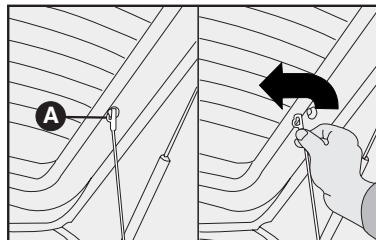

fig. 104
- 1) Desenganche las extremidades superiores **A-fig. 104** de los dos tirantes, desprendiéndolas de sus pernos.